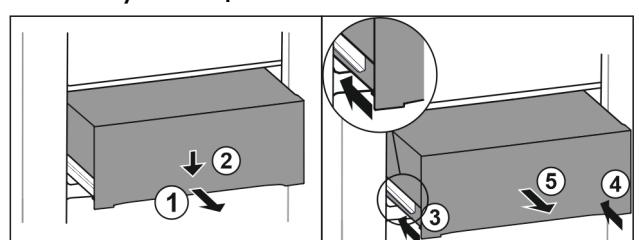

Fig. 155
- Витягніть ящик на половину. Fig. 155 (1)
- Спрямуйте висувний ящик вниз спереду. Fig. 155 (2)
- Вставте ліву рейку приблизно на 2 см. Fig. 155 (3)
- Вставте праву рейку приблизно на 2 см. Fig. 155 (4)
- Вийняти висувний ящик рухом вперед. Fig. 155 (5)